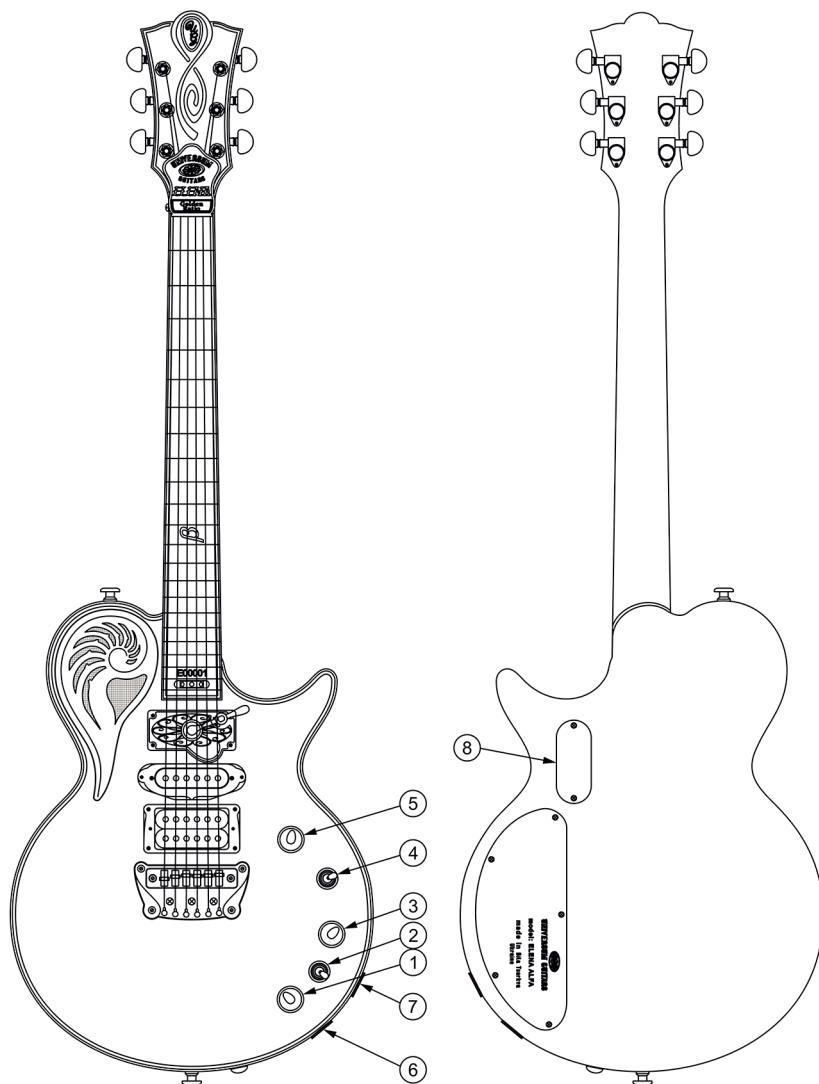

Bild 18
- Ausgangsbuchsen – akustisch (Bild 18 Pos. 7) und elektromagnetisch (Bild 18 Pos. 6).
- Einspeiseelement – 1 St (Bild 18 Pos. 8).
- 1) Handgriff des Potentiometers für die Einstellung der Lautstärke des Mikrofon-Tonabnehmers (Bild 18 Pos. 1). Stellt die Lautstärke des Mikrofon-Tonabnehmers im akustischen (akustischer Tonabnehmer) und kombiniertem (Mikrofon- und elektromagnetischer Tonabnehmer) Betriebsarten ein.
- 2) Schalter des Dreipunkt-Schaltmischers (Bild 18 Pos. 2):
- 3) Handgriff des Potentiometers für die Einstellung der Tonstufe des elektromagnetischen Klanges der Gitarre (Bild 18 Pos. 3);
- 4) Handgriff des Dreipunkt-Wahlschalters (Bild 18 Pos. 4): schaltet die Kommutierungskombinationen der elektromagnetischen Tonabnehmern um.
- 5) Handgriff des Potentiometers für die Einstellung der Lautstärke der E-Gitarre (Bild 18 Pos. 5) im elektromagnetischen Modus (elektromagnetische Tonabnehmer).